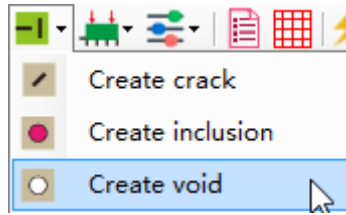
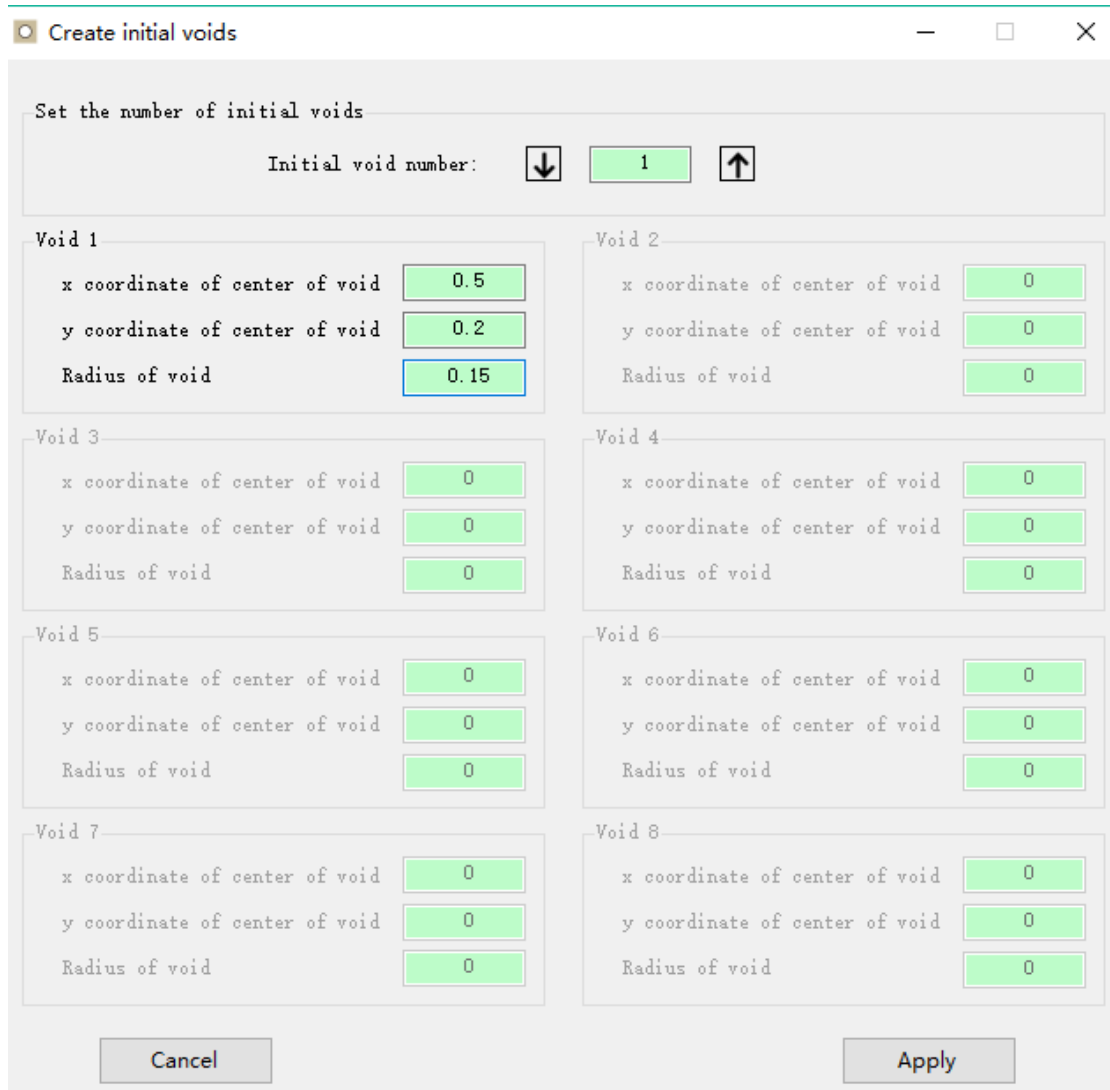

图 24 Create void 操作程序截图
图 25 Create initial voids 窗口设置
(10) 建立初始空缺。单击工具栏上的 **1** 按钮，接着单击 **Create void**，如图 24 所示。在弹出的 **Create initial voids** 对话框中设置对应参数，如图 25 所示。